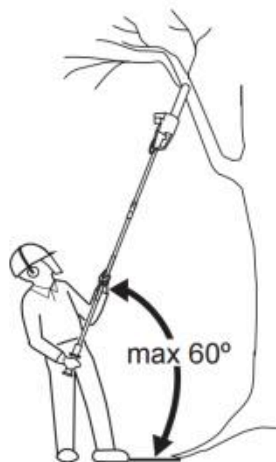

Fig. 50
3. Håll alltid produkten i en vinkel på högst 60° från horisontell nivå. Annars är säker drift inte möjlig (bild 50).